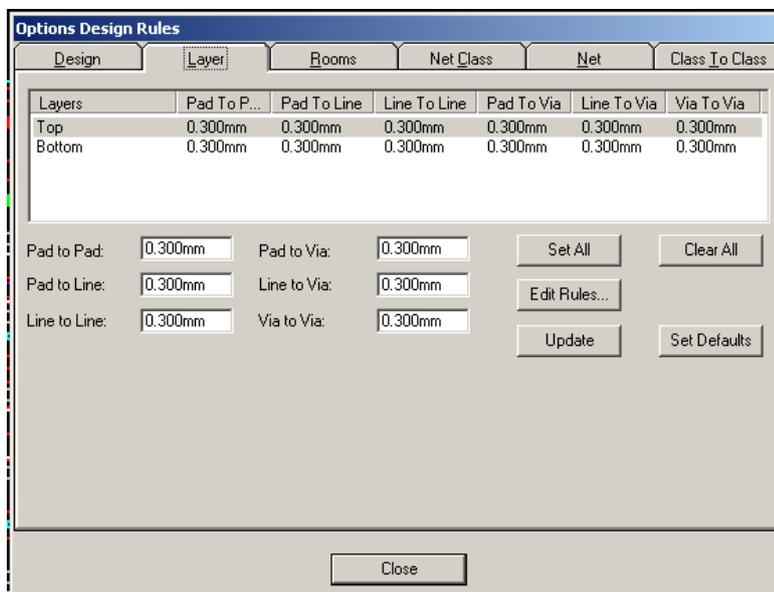

Рис. 10.5. Настройка параметров трассировки
- Чтобы заново настроить технологические параметры в зависимости от классов цепей выполните команду **Options/Design Rules** (Рис. 10.5.). Ввести новые данные или ознакомиться с готовыми установками, вы сможете, просмотрев все закладки данного окна.